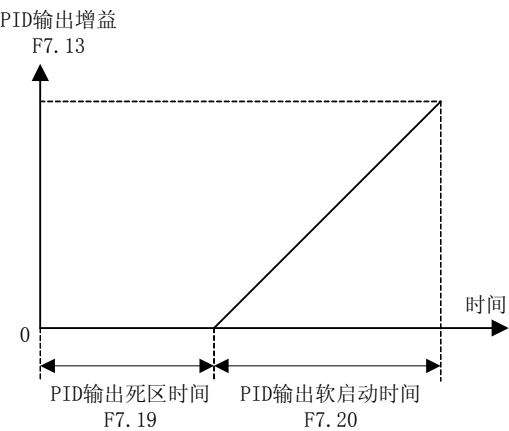

图 7-36 PID 输出增益平滑控制
- F7.08 万位=0: PID 输出软启动时间内，线性上升 PID 输出增益，以使 PID 输出平缓上升至当前 PID 输出值，如图 7-36 所示。